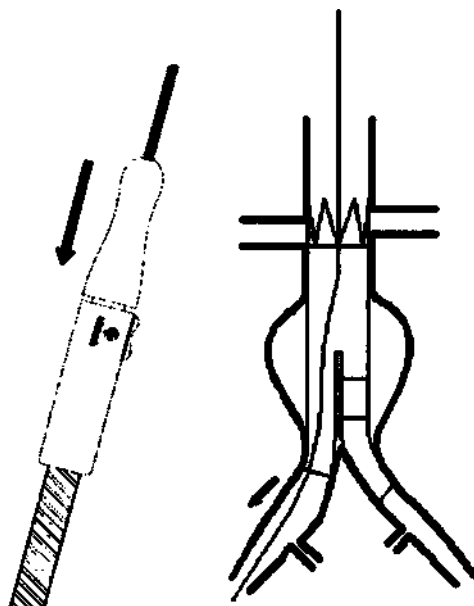

Рис. 12. Раскрытие длинной ветви стент-графта ААА.
- Быстро высвободите длинную браншу стент-графта AAA. Удерживайте передний захват системы доставки в неподвижном состоянии, затем разблокируйте спусковой механизм и потяните скользящий захват по винтовому механизму до полного высвобождения стент-графта. (рис. 12).